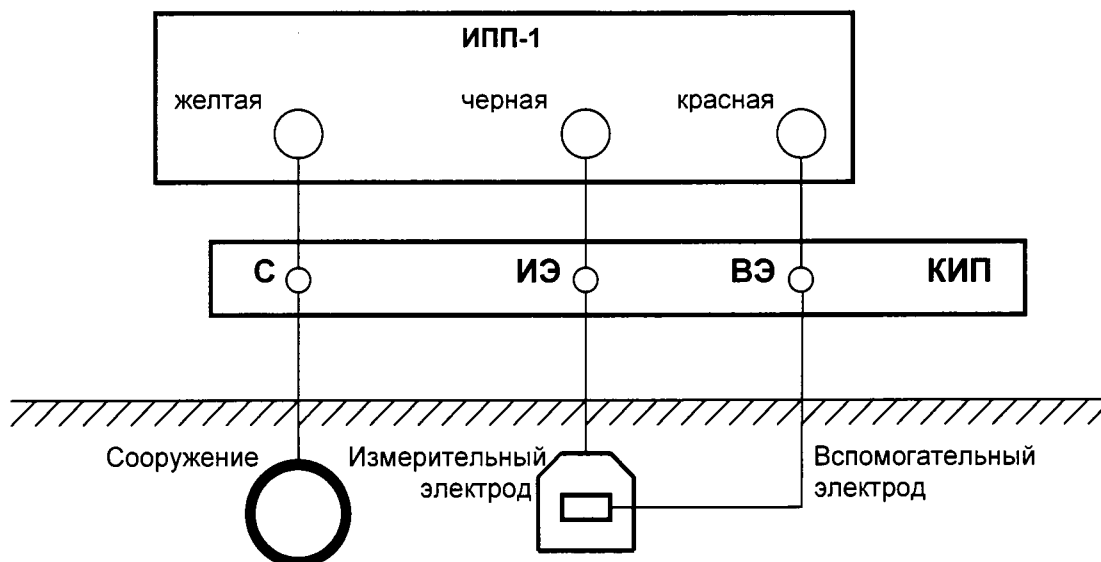

Рисунок 3 - Схема подключения измерителя потенциала поляризационного ИПП-1 «Менделеевец» при измерениях в режиме «РАБОТА»
- подключить измерительные провода Прибора к выводам КИП (рисунок 3);